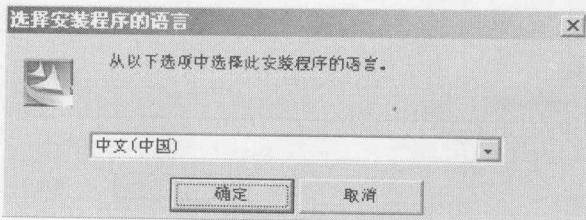

图1-2 “选择安装程序的语言”对话框
4. 单击NX5 Product Installation对话框中的Install UGS License Server按钮，弹出“选择安装程序的语言”对话框，在对话框中选择“中文(中国)”选项，如图1-2所示。然后单击确定按钮。